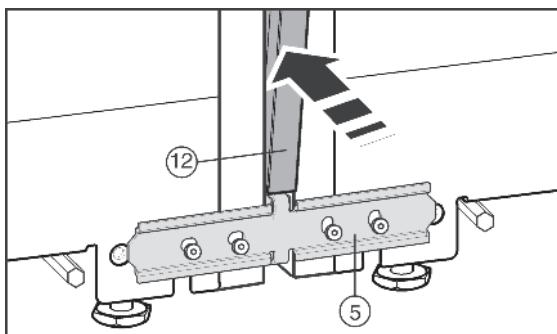

Fig. 9
Перед установкой планки из нержавеющей стали Fig. 9 (12) свдите обе перемычки вместе по всей длине. Так планка легче войдет в зазор. Для вдавливания планки используйте мягкую ткань, чтобы не допустить образования вмятин на ее поверхности. Планку следует вдавливать аккуратно и прямо, чтобы получить оптимальное соединение.
- Вдавите длинную планку из высококачественной стали Fig. 9 (12) в вертикальную щель на передней стороне. Обратите внимание, что планка опирается на соединительный лист Fig. 9 (5).